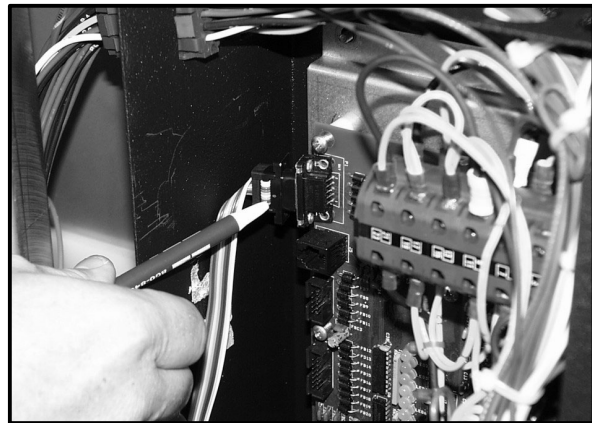

Figure 52
2. Retirez (2) vis et glissez le panneau de commande vers l'avant.
4. Raccordez un câble série standardisé au port série de l'ordinateur portable et au port série à 9 broches situé sur la carte à circuit imprimé dans la zone de commande. Voir la Figure 52.